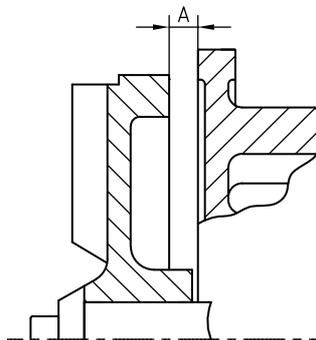

Abbildung 18: Einstellung des Laufrades FREM.
- 2 Das Laufrad auf einen Abstand **A** zwischen der Rückseite des Laufrades und dem Zwischendeckel einstellen. Siehe nachstehende Abbildung 18 und Tabelle 7. Verwenden Sie dafür vorzugsweise zwei geeichte Lineale.